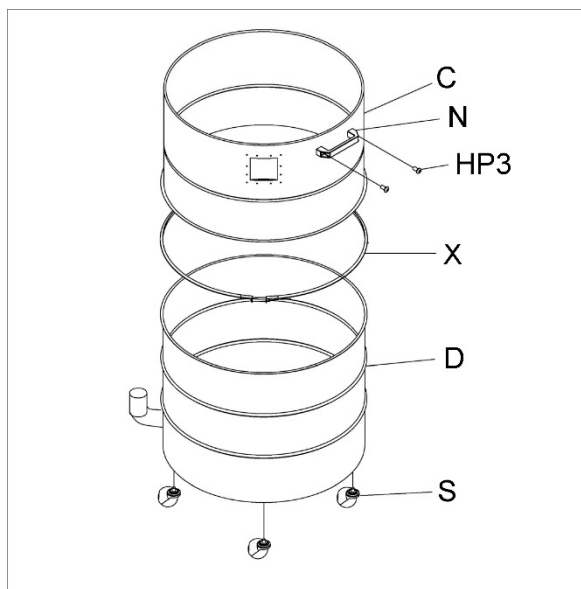

Рисунок 7
6. Соберите верхний барабан (C, Рисунок 7) и нижний барабан (D) и закрепите хомутом барабана (X), затянув винт.
7. Установите ручку (N) с помощью винтов (HP3).
8. Установите колеса (S) в резьбовые отверстия под барабаном.